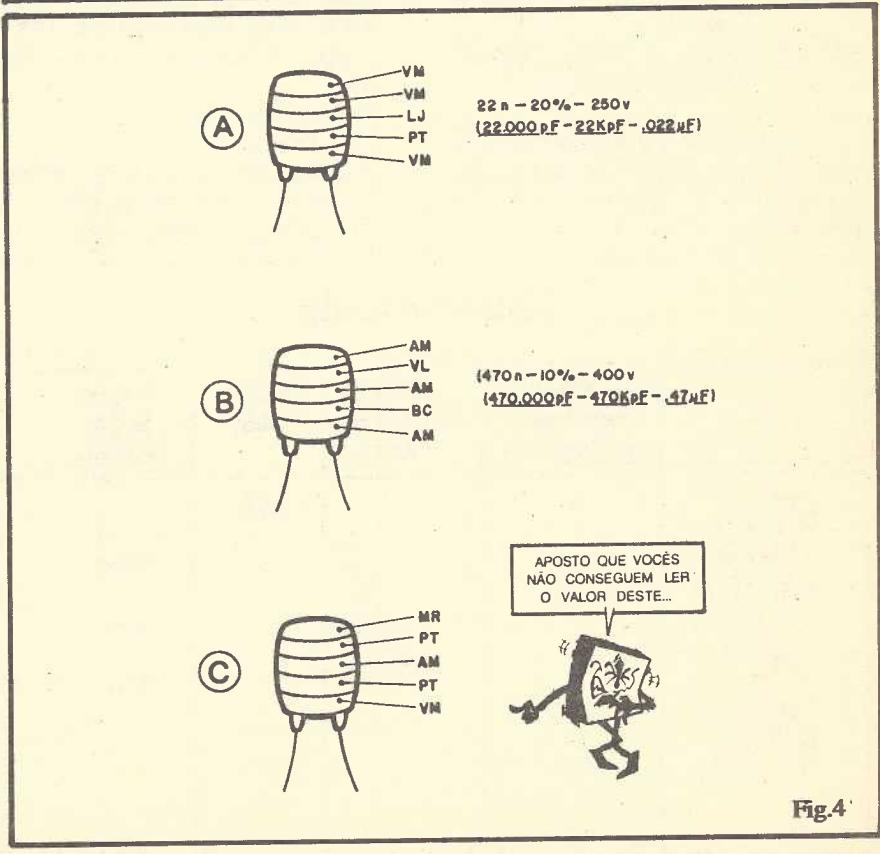

Fig.4
- FIG. 4-A - Trata-se de um capacitor de 22n, com tolerância de 20%, para uma tensão máxima de trabalho de 250V. Vamos conferir:
- FIG. 4-B - É um componente de 470n, com tolerância de 10% e tensão máxima de 400V. Vejamos:
- FIG. 4-C - Apostamos em VOCÊS (e não no "crica" do QUEIMADINHO...). Temos certeza de que todos os Leitores/A-lunos já chegaram ao resultado, que é: um capacitor de 100n, tolerância de 20%, para tensão máxima de 250V! Vamos conferir?